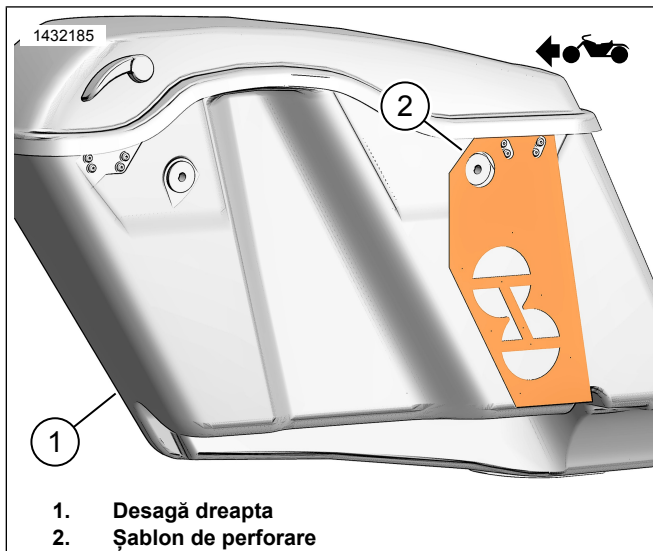

Figura 9. Șablon desagă dreapta
1. A se vedea figura 9. Poziționați șablonul (2) pe desaga din dreapta (1).